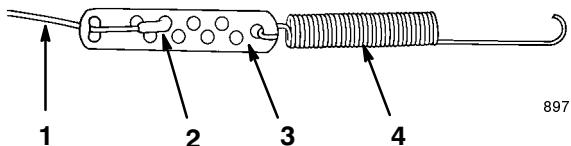

Figure 11
- Accrochez le ressort au trou rond à l'extrémité du dispositif de réglage du câble (Fig. 11).
- Fixez l'extrémité du câble au dispositif de réglage comme indiqué à la Figure 11.